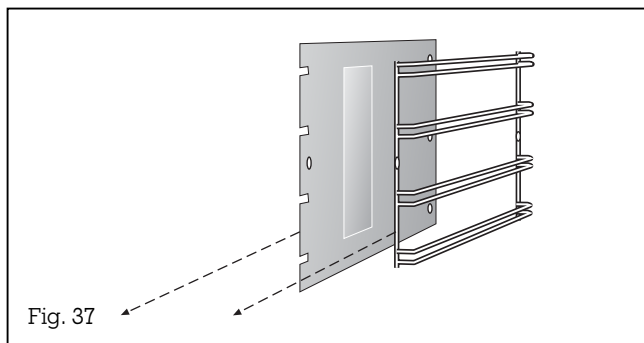

Fig. 37
- Sortez les plaques latérales à catalyse et les grilles (fig. 37). Si le four est très encrassé, nettoyez les plaques à catalyse intérieures à l'eau très chaude, avec du savon et une brosse douce.